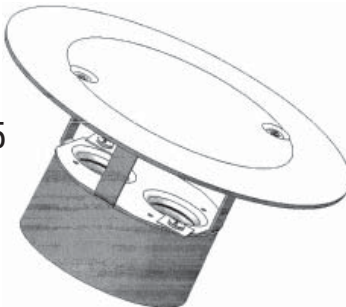

Fig. 5
3. Install abandonment plug (Figure 5). Coat mounting screws with sealant compound to ensure water tightness. Seal around cover perimeter with sealant compound to ensure water tightness.
3. Monter l'obturateur (figure 5). Enduire les têtes de vis et le pourtour du couvercle d'un composé permettant d'assurer l'étanchéité à l'eau.